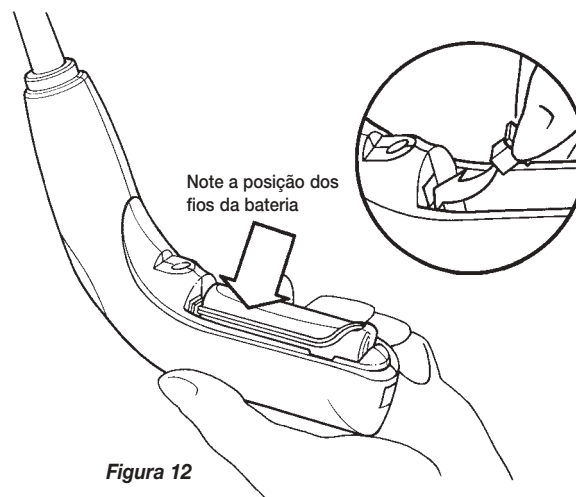

Figura 12
2. Para retirar a bateria, puxe levemente a ficha da bateria do receptáculo e coloque uma nova bateria (*Figura 12*). NÃO retire a espuma protectora da nova bateria.